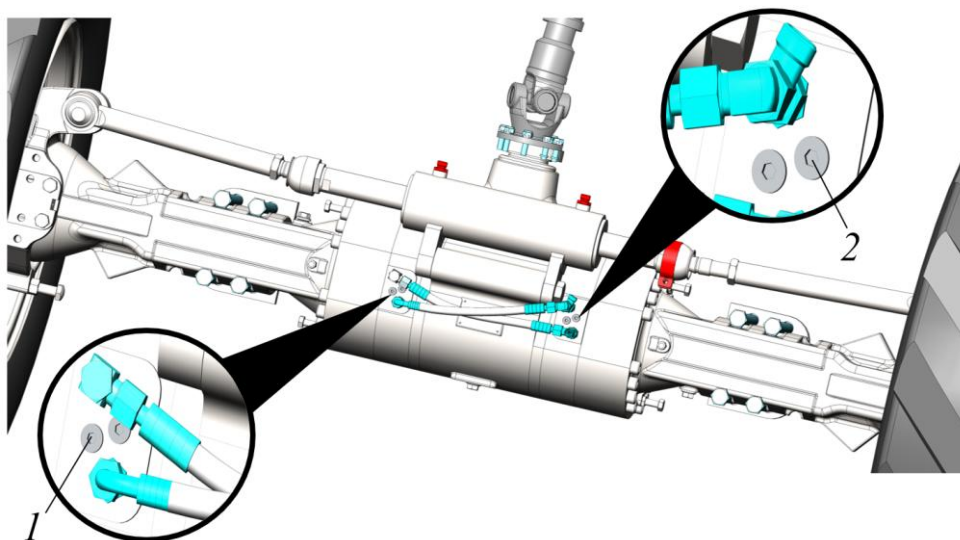
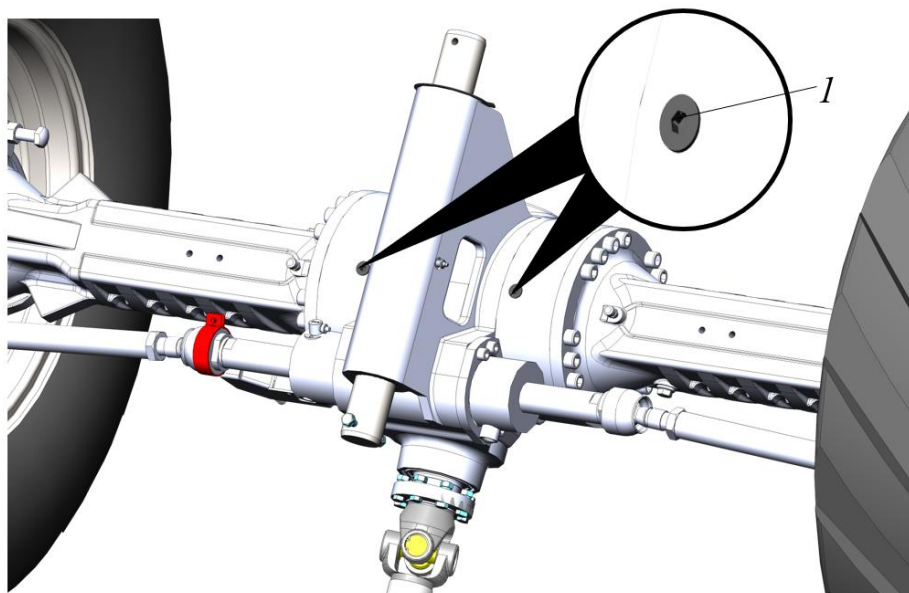

Рисунок 5.57 Расположение пробок рабочих тормозов на переднем мосту
Рисунок 5.58 Расположение пробок рабочих тормозов на заднем мосту
- ▶ Поочередно выкрутить пробки на переднем рис.5.57 и заднем рис. 5.58 мостах на несколько оборотов (выкручивать полностью пробки нет необходимости).